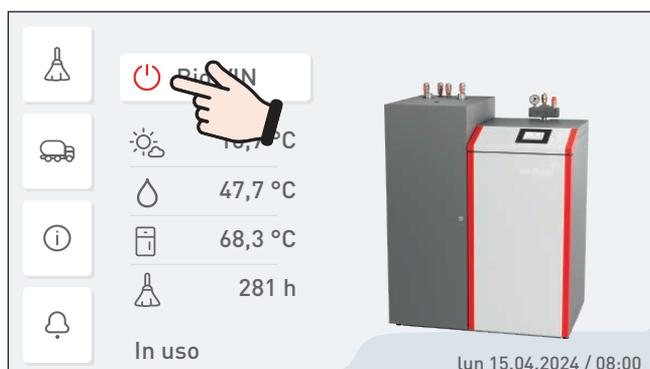

Fig. 30 Spegnerne BioWIN Ultegra
- ▶ Spegnerne la caldaia con il tasto ON/OFF su InfoWIN Touch (Fig. 30 – vedere anche punto 11.5 alla pagina 17) e attendere la fine combustione (circa 20 minuti).
- ▶ Spegner la caldaia con il tasto ON/OFF su InfoWIN Touch (Fig. 30 – vedere anche punto 11.5 alla pagina 17) e attendere la fine combustione (circa 20 minuti).